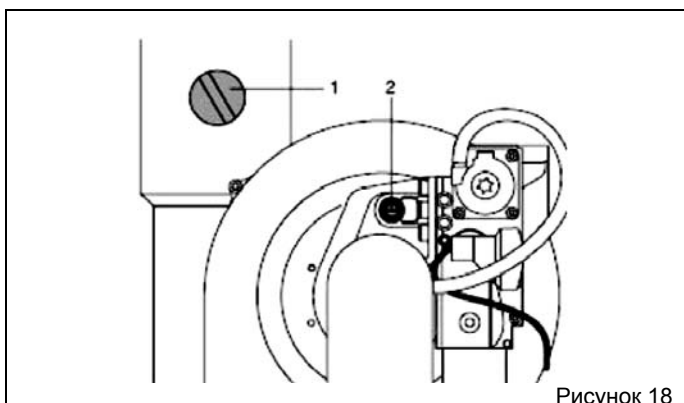

Рисунок 18
2. Убедитесь в том, что два комнатных термостата подают запрос на тепло. Если после цикла розжига возникнут проблемы с запуском горелки, поверните против часовой стрелки регулировочный винт примерно на 1 оборот за раз (см. Рисунок 18).
4. Отрегулируйте горение с помощью винта, показанного на Рис. 18 так, чтобы добиться оптимального содержания CO₂ (смотри Таблицу). Для уменьшения этого значения поворачивайте винт по часовой стрелке;